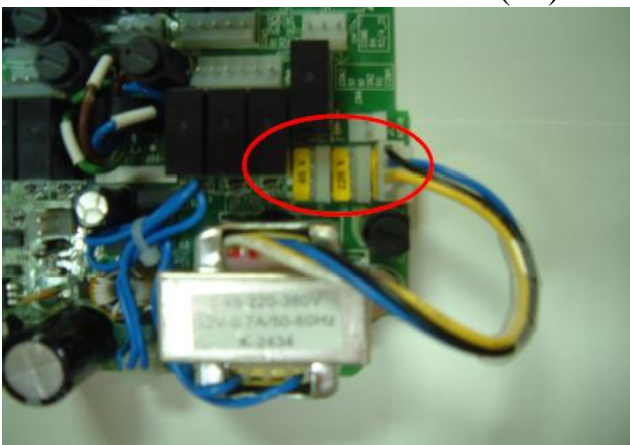

Рис. 1
2. Извлеките штепсель трансформатора из его исходного положения, см. Рис.1,